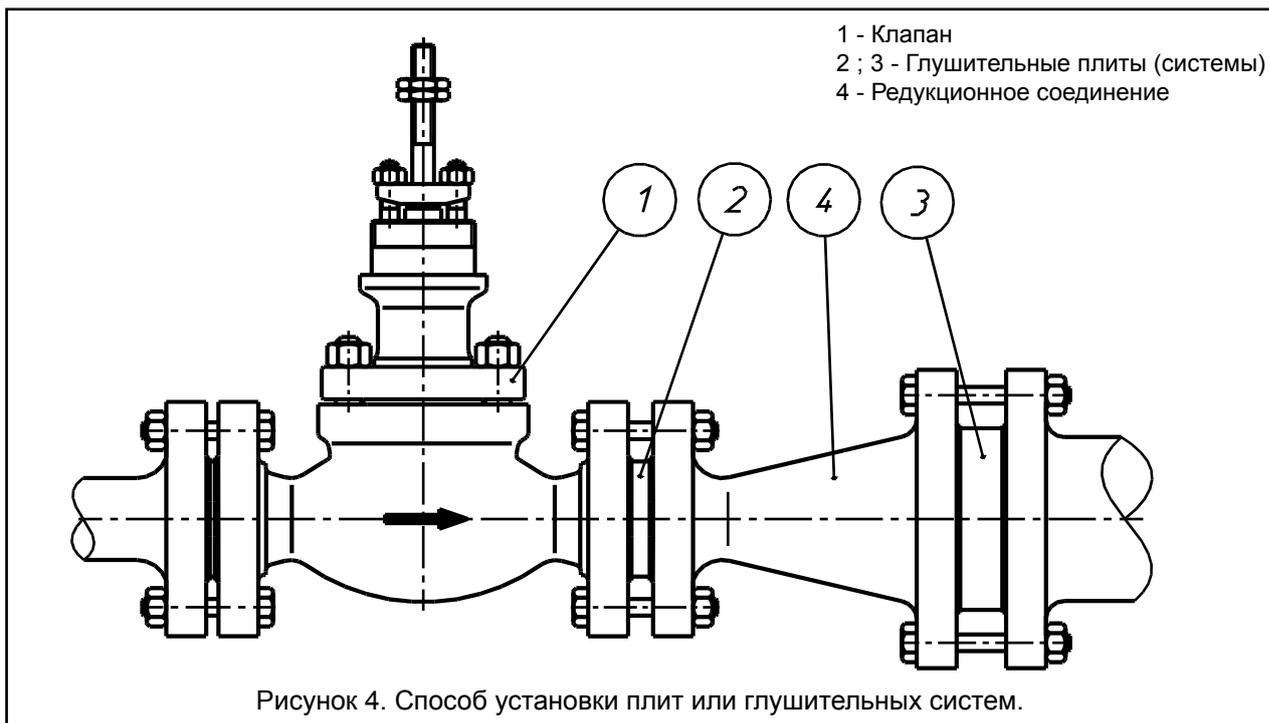

Рисунок 4. Способ установки плит или глушительных систем.
- редукционное соединение (диффузор) - (рис. 4).